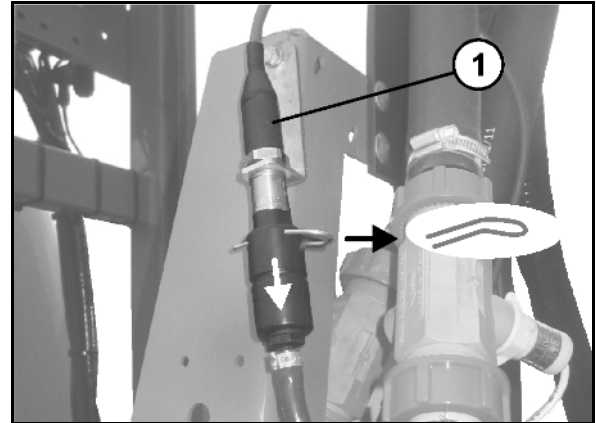

Fig. 145
10. Demontieren Sie den Druckschlauch (Fig. 145/1) der Pumpe, so dass restliche Wassermengen aus Druckschlauch und VARIO-Schalthahn-Druckseite **B** ausfließen können.